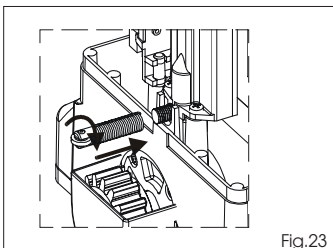
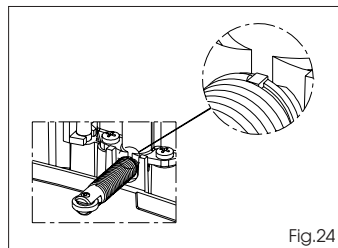

Fig.23
Fig.24
• Infilare la molla ruotandola in senso orario, Fig.23, sino all'arresto vedi Fig.24.